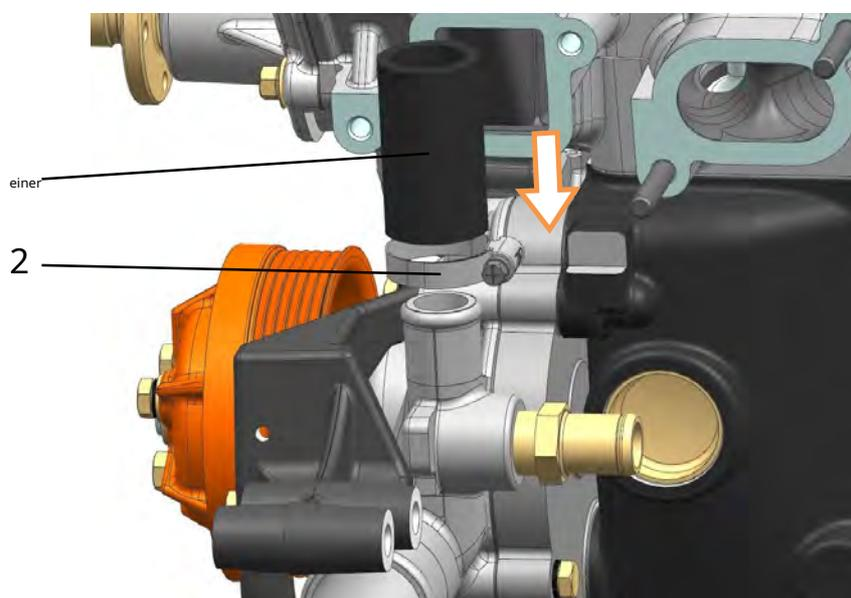

Abb. 171. Thermostatschlauch montieren:
**neunzehn.** Schlauch 1 (Abb. 171) am Abzweig der Wasserpumpe montieren, Anschluss das Verbindungsrohr der Wasserpumpe mit dem Thermostatgehäuse verbinden und mit einer Schelle 2 sichern, dabei die Schellenschraube mit einem Drehmoment von 4 ... 6 N m (0,39 ... 0,6 kgf m) anziehen.